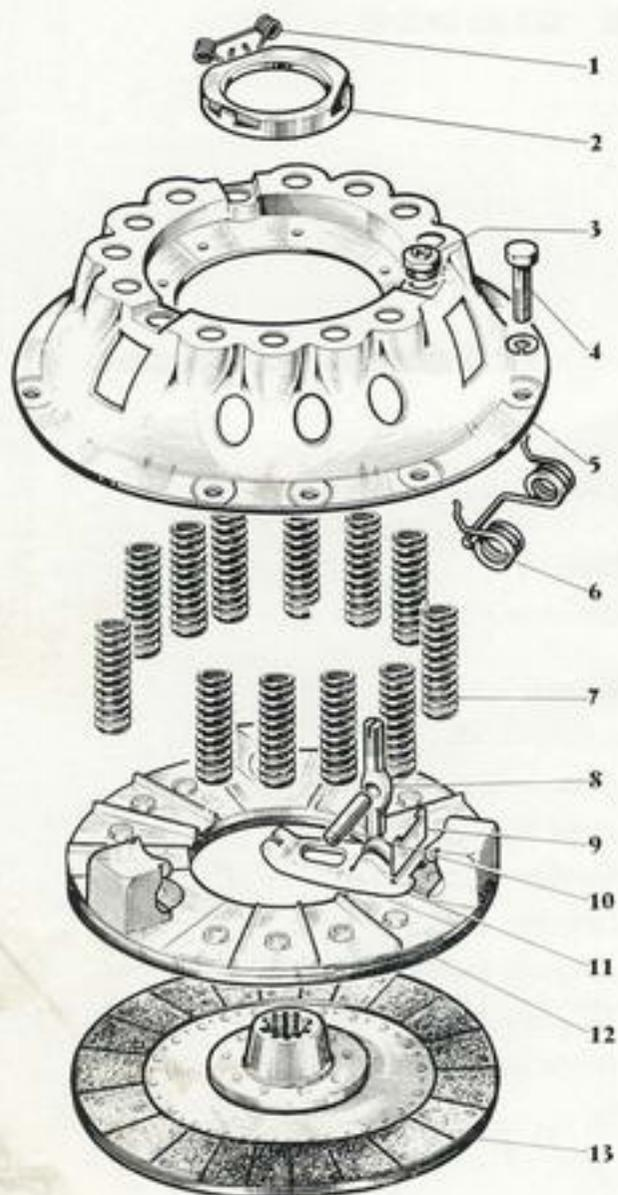

Fig. 13
— Démonter les six vis TH (4, fig. 13) retenant le mécanisme sur le volant en procédant progressivement et en croix.
— Démonter les écrous de réglage (3, fig. 13).
— Dégrafer les ressorts de rappel des leviers de l'embrayage (6, fig. 13).
— Dégrafer les ressorts de retenue de la bague de débrayage (1, fig. 13) et dégager la bague (2, fig. 13).
- Lever les leviers (11, fig. 13) pour dégager les butées de leviers (9, fig. 13) et les boulons à œil (8, fig. 13), extraire les axes de leviers (voir fig. 16).
- Placer le plateau d'embrayage (12, fig. 13) en appui sur les pastilles MISI posées sur le presseur MAMU.